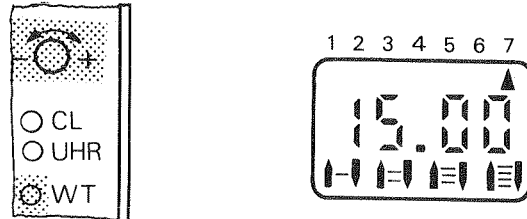

Abb. 32
3. Taste „WT“ drücken, und gleichzeitig Einstell-Drehknopf „-“/“+“ nach links oder rechts drehen bis „▲“ in der Anzeige auf „7“ (= Sonntag) zeigt (Abb. 32).